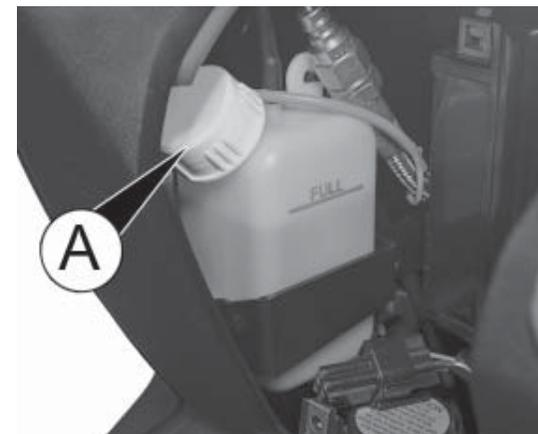

fig. 3
- controle que el líquido de refrigeración del motor presente en la cubeta esté próximo a la muesca FULL fig. 3;
- si fuese necesario rellenar el líquido de refrigeración del motor, acceda a la cubeta desenroscando el tapón A fig. 3, o acuda a un concesionario autorizado Quadro o a una red cualificada;